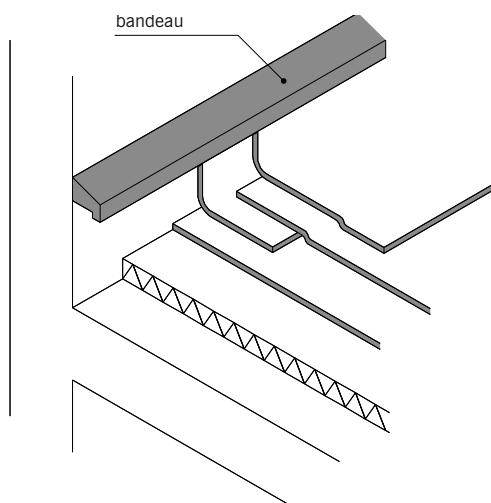

**fig. 4.18**
■ **L'acrotère** (fig. 4.18) : muret en béton armé situé en bordure d'une toiture-terrasse. L'acrotère est dit **bas** lorsque sa hauteur, mesurée par rapport à la couche de protection, est inférieure à 30-cm et **haut** dans le cas contraire. Un acrotère haut peut faire office de garde-corps dans le cas d'une toiture-terrasse accessible. La partie saillante de l'acrotère empêchant l'eau de pluie de s'infiltrer derrière le **relevé d'étanchéité** est parfois appelée **becquet**.
■ **Le relevé d'étanchéité** (fig. 4.18) : revêtement d'étanchéité appliqué verticalement contre un relief de la toiture (acrotère, souche de cheminée...) et en continuité avec le revêtement d'étanchéité horizontal.